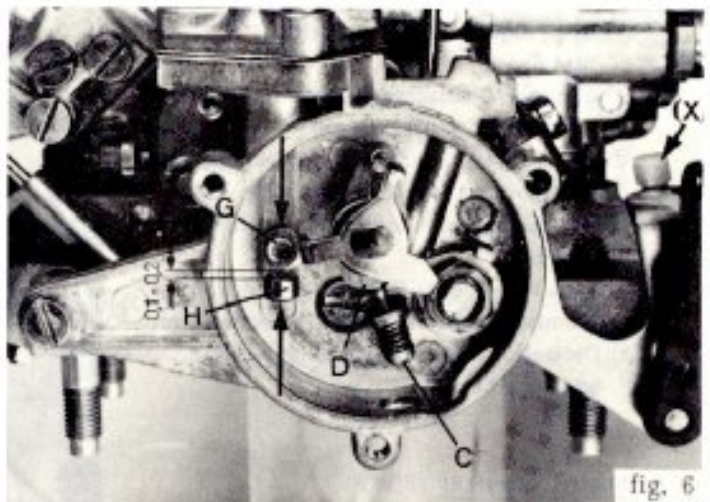

fig. 6
5. Drosselklappenspalt 1. Stufe (für Schnelleerlauf) (siehe Bild 6)
fig. 6 a
2. Leerlaufgrundeinstellung (Bild 6 + 7)
- Zusatzgemischregulierschraube (A) schließen
- mit der Drosselklappenanschlagschraube (X) 600 - 650 U/min. einstellen (siehe Bild 6)
- über die Gemischregulierschraube (B) 3 Vol% Co einregulieren
- durch Öffnen der Zusatzgemischregulierschraube (A) (ca. 1 Umdrehung) die vorgeschriebene Leerlaufdrehzahl einstellen
- falls notwendig, Co-Wert mit der Gemischregulierschraube (B) korrigieren
- Drosselklappenanschlagschraube (X) wieder sichern.